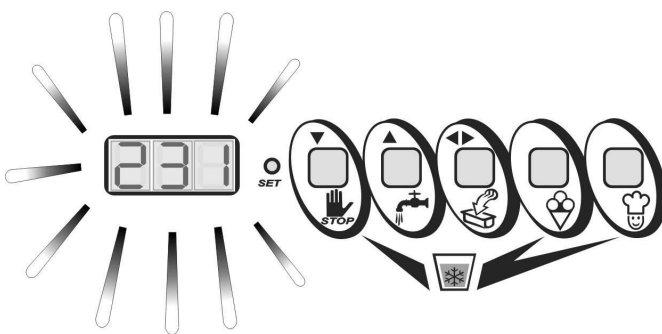

Fig. 4
- Luego de transcurridos algunos minutos y de haberse alcanzado el mejor punto intermedio entre el tiempo de mantecación y la consistencia, en relación a la tipología y a la cantidad de mezcla incorporada, un aviso acústico intermitente advierte al operador que puede extraer el helado (Fig. 4). Si esto no fuese posible de inmediato, la máquina mantendrá automáticamente el helado sin que varíe su consistencia.